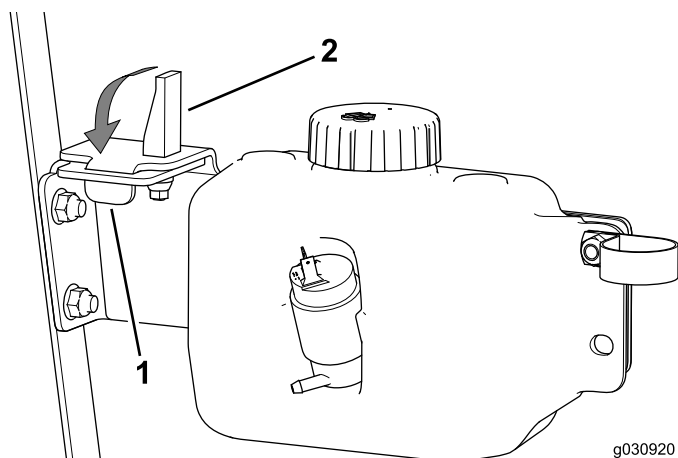

Рисунок 36
5. Вставьте выступ в паз, а втулку эксцентриковой защелки – в отверстие в пластине бачка (Рисунок 36).
6. Поверните вниз рычаг эксцентрика защелки (Рисунок 36).